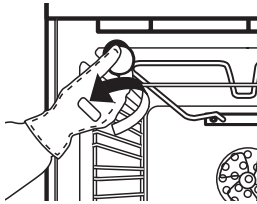

fig. 5
2. Draai het beschermkapje los (Fig. 5),